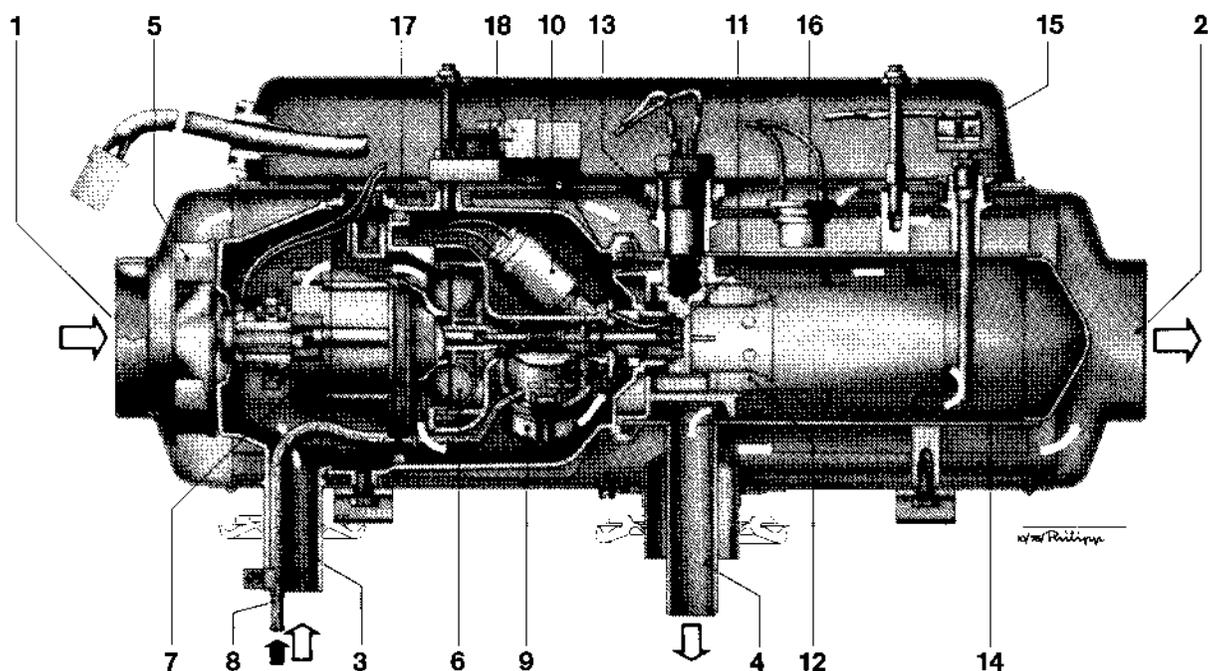

Bild 1:
3.1 Einschalten (Bild 1)
3.2 Heizbetrieb (Bild 1)
3.3 Teillastbetrieb (Bild 1)